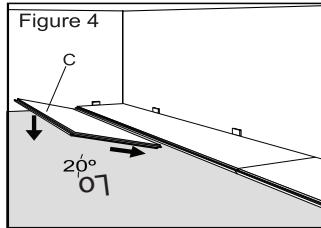

Figure 6
Step 6 – Once the plank is lying flat, gently tap the plank as described in Step 3 to join planks C and D (Fig. 6).
Paso 6 – Una vez que la plancha permanezca nivelada, golpee suavemente la plancha, como se describe en el Paso 3, para unir las planchas C y D (Fig. 6).